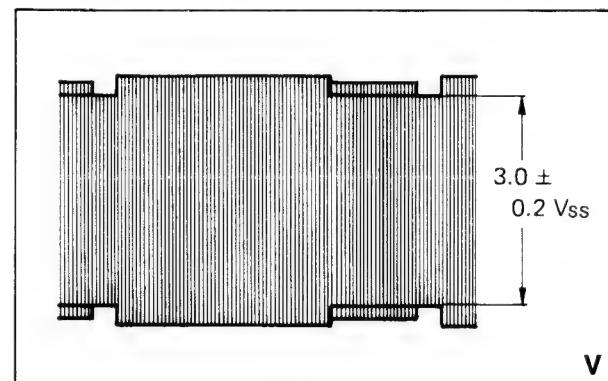

Bild 3-26
2. Tastkopf an TP 5, R 30 so einstellen, daß der Schwarzwert-Pegel des Vertikal-Austastlücken-Anteils 3 V_{ss} beträgt (Bild 3-26).